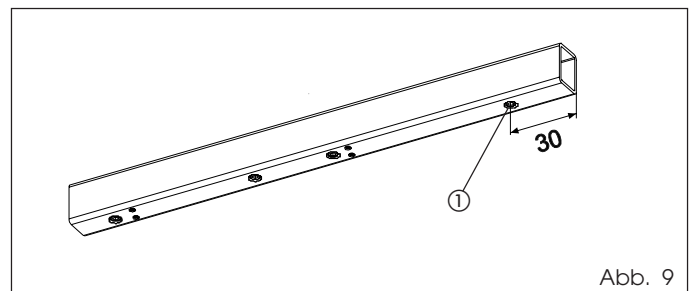

Abb. 9
Eine Bohrung mit $\varnothing 8,5$ laut Angaben in Abb. 9 Bez. ① ausführen.